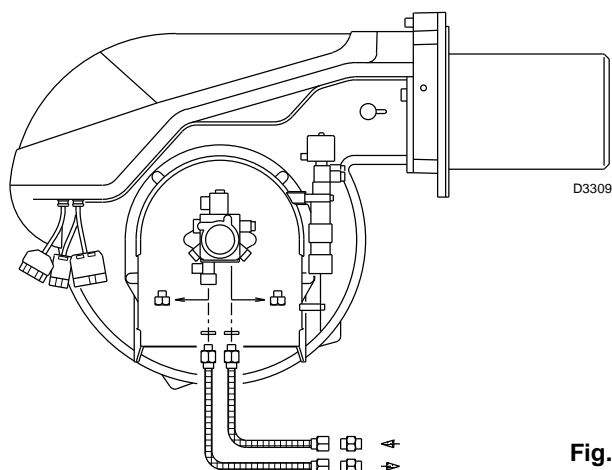

Fig. 20
6.2 Ligações hidráulicas (Fig. 20)